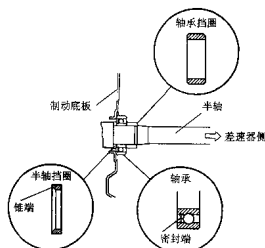

图 13-31
(1) 用金属清洗剂将半轴、半轴轴承以及轴承挡圈等零部件清洗干净, 去除油污、异物等。如有毛刺、硬物等可用砂纸或铁刷子将其擦干净。
(2) 将后制动器底板、半轴轴承挡圈、半轴轴承和半轴挡圈依次压入半轴, 见图 13-31。